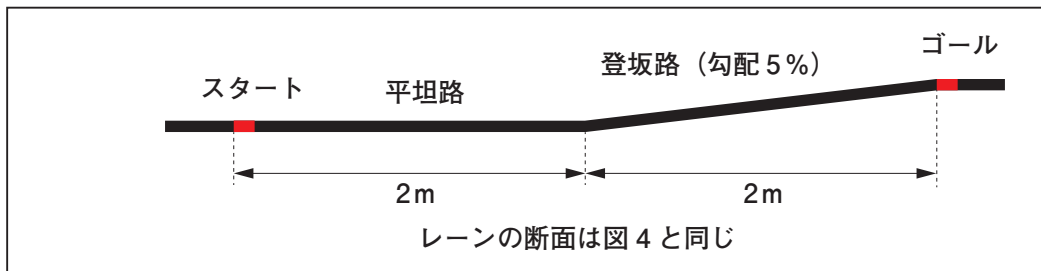

図5 決勝レースのレーン (側面図)
- ② 決勝レースのレーンの仕様は, 平坦路と登坂路からなる(図5)。